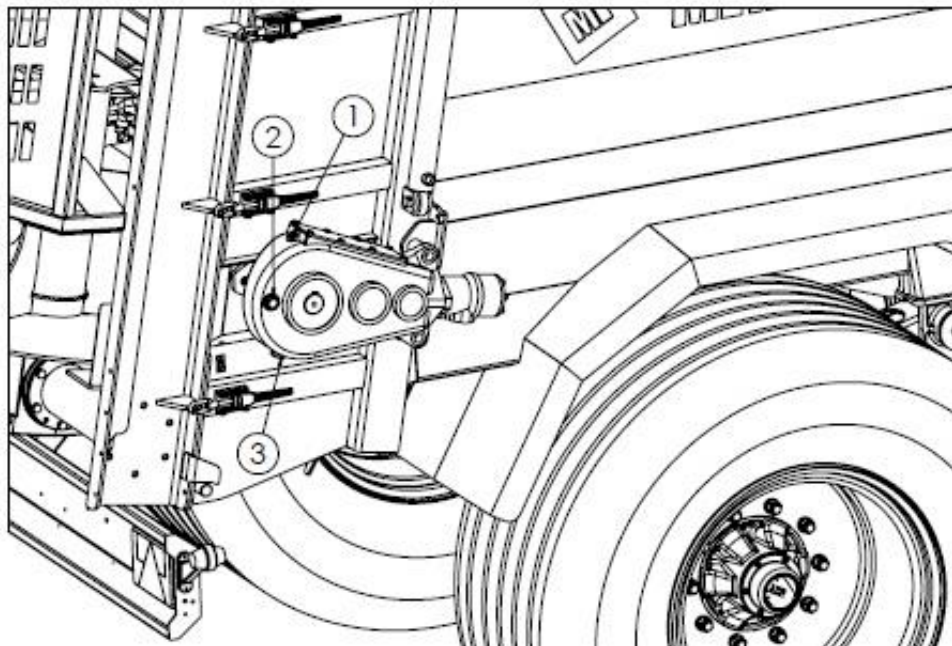

Рисунок 29. Точки контроля уровня масла редуктора напольного конвейера.
Для слива масла из редуктора (рис. 29, 30) необходимо открутить сливные пробки (3). Через заливное отверстие (1) заливайте новое масло в редуктор до тех пор, пока оно не появится в контрольном глазке (2). Правильный уровень масла достигается тогда, когда масло видно посередине контрольного глазка.